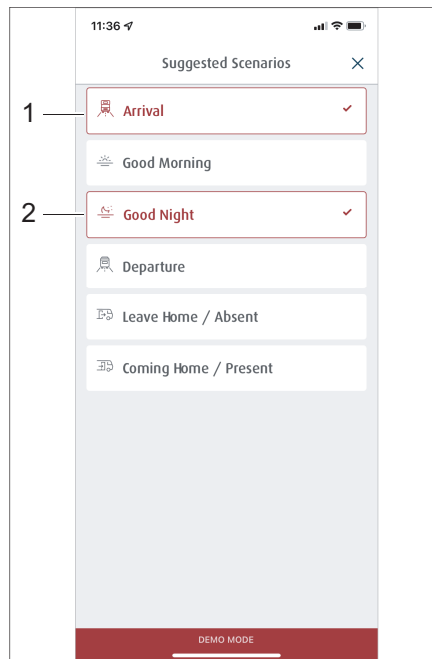
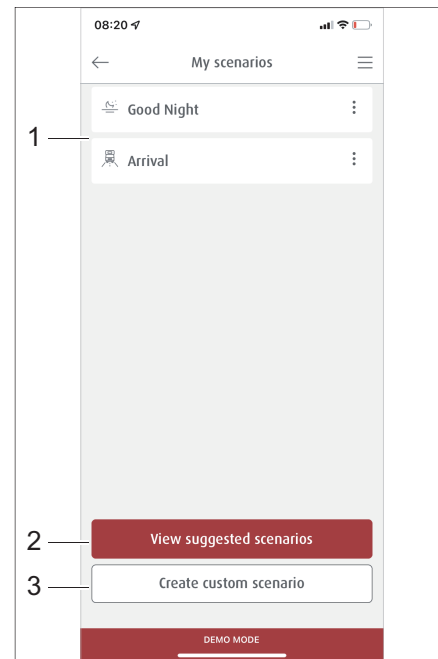

Fig. 291 Selección de escenarios preparados
Fig. 292 Gestión de escenarios
En el área *Escenarios* se muestran todos los escenarios (Fig. 292,1) guardados, los escenarios preparados (Fig. 292,2) pueden verse o también pueden crearse de nuevos (Fig. 292,3).
- Presionar en el menú *Escenario* la opción *Ver escenarios preparados* (Fig. 292,2). Aparece una lista de escenarios preparados.
- Presionar la tecla del escenario deseado, por ejemplo, *Llegada* (Fig. 291,1) y *Buenas noches* (Fig. 291,2). Las opciones de los escenarios seleccionados aparecen enmarcadas en rojo y se incluyen en la lista del menú *Mis escenarios* (Fig. 292,1).